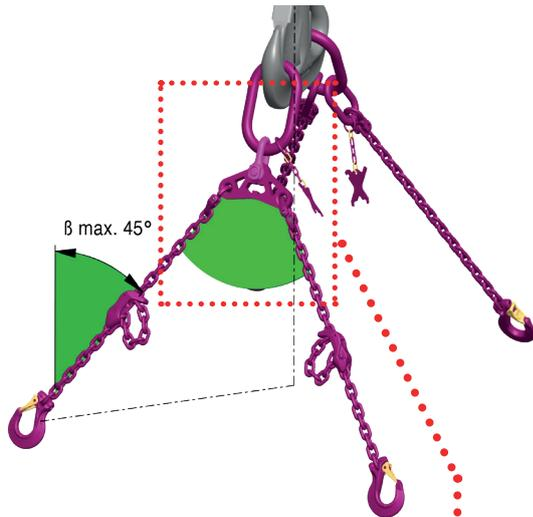
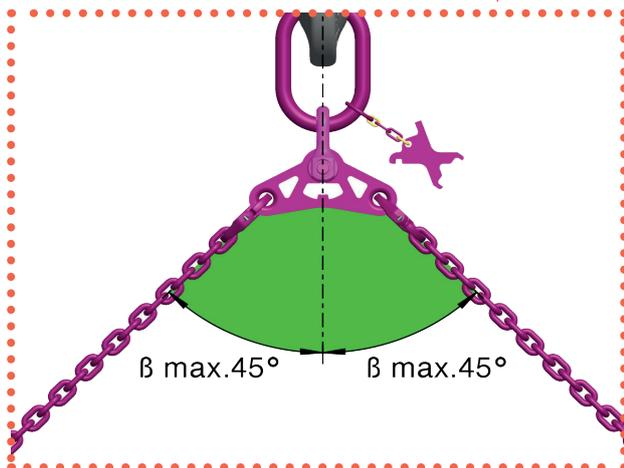

Abb. 20: Max. Neigungswinkel  $\beta = 45^\circ$
Abb. 21: Detailansicht von Abb. 20
- Achten Sie darauf, dass der Neigungswinkel  $\beta$  nicht größer als  $45^\circ$  ist (siehe Abb. 20 und Abb. 21).